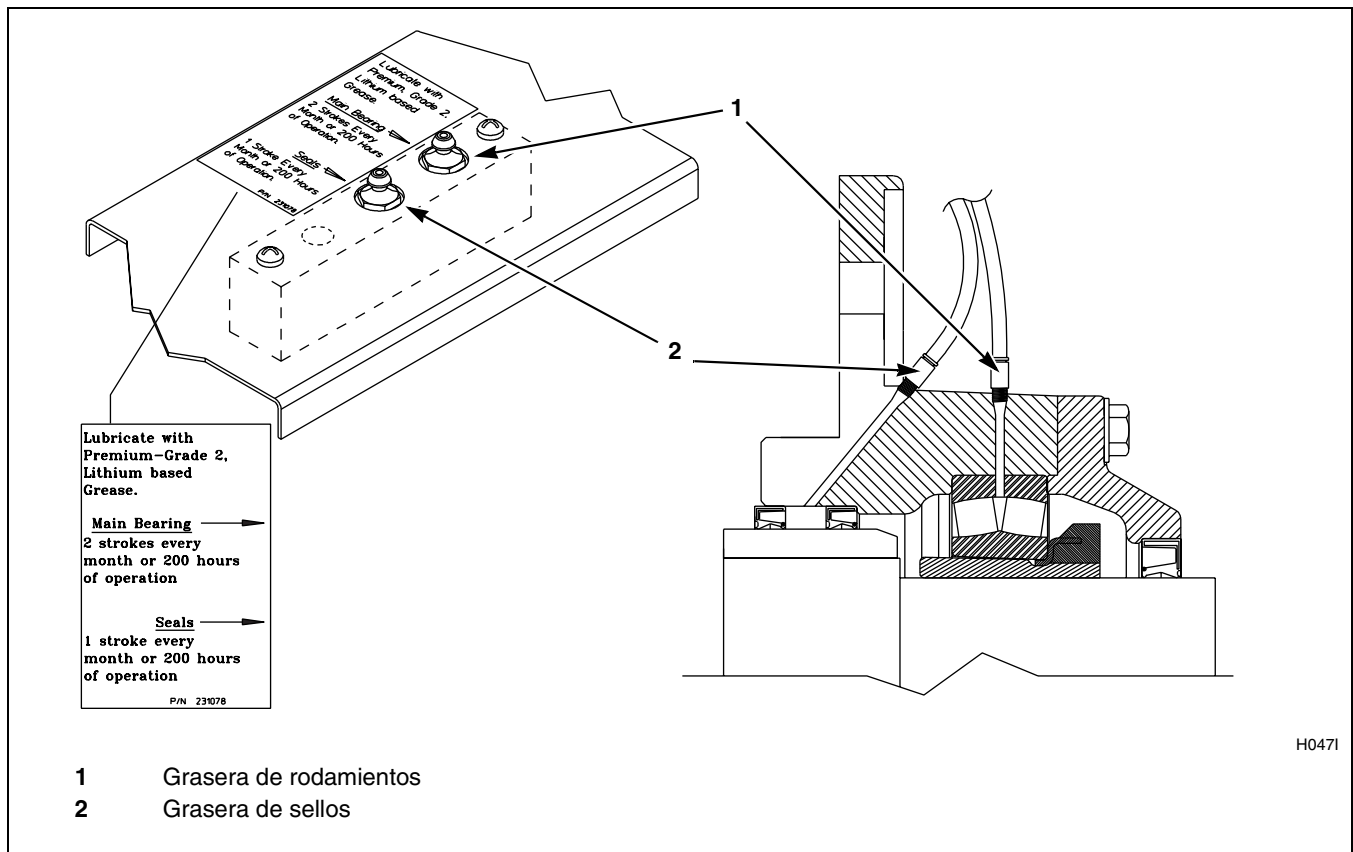

Figura 12
2. **En modelos de 80 libras de capacidad solamente**, lubrique los rodamientos y sellos cada mes o cada 200 horas de operación. Consulte la *Figura 12*.